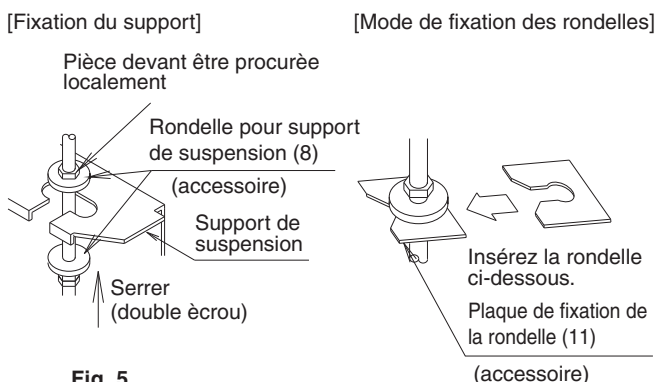

Fig. 5
- Fixez le support au boulon de suspension. Veillez à le fixer solidement en plaçant un écrou et une rondelle de chaque côté du support. **(Reportez-vous à la Fig. 5)**